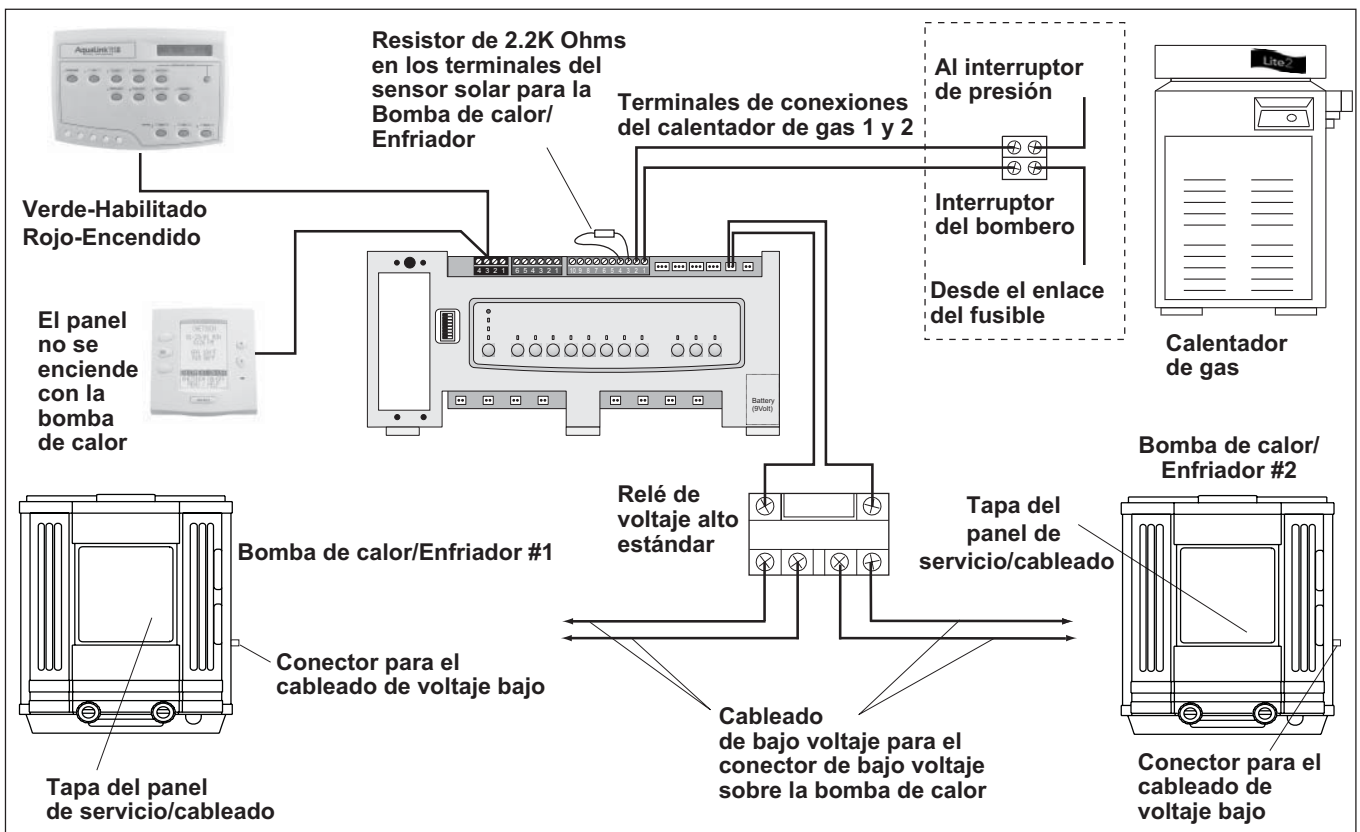

Figura 17. Cableado AquaLink RS a bomba de calor/ AE-Ti/Enfriador
1. Instale una resistencia de 2.2K ohmios, en los terminales del sensor solar #3 y #4 de la barra terminal de 10 clavijas del centro de distribución de potencia del AquaLink RS (véase Figura 17).